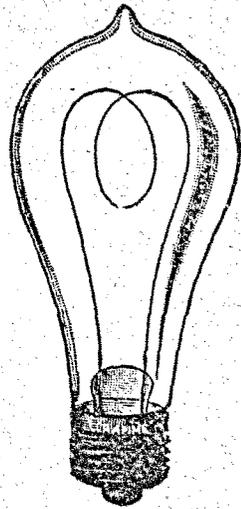

Fig. 398. — Lampe électrique à incandescence.
**Lampes à incandescence ou à fil.** — Un des meilleurs moyens d'augmenter la résistance d'un conducteur consiste à en diminuer la section. Plus le fil qui constitue le conducteur sera fin, plus la résistance sera grande, et par conséquent, plus l'incandescence obtenue sera forte. Le premier modèle de lampe électrique est donc un appareil contenant un fil qu'on fait rougir par le passage d'un courant suffisant (un demi-ampère sous 110 volts donne 16 bougies). Le fil se trouve enfermé dans une ampoule de verre où l'on a fait le vide, pour éviter la destruction prématurée de ce fil sous l'influence de l'oxygène de l'air, qui, à la température atteinte, en amènerait rapidement la destruction (fig. 398).